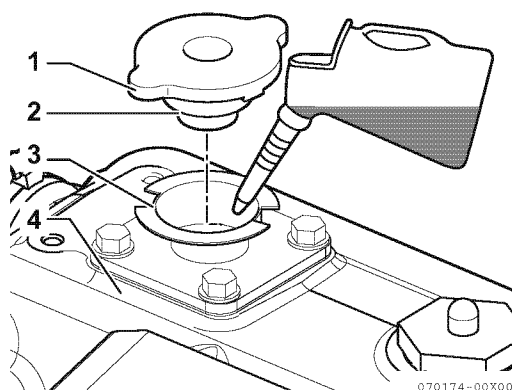

Figure 11
3. Versare lentamente il liquido di raffreddamento nel relativo serbatoio (**Figure 11, (4)**) per evitare la formazione di bolle d'aria. Versare finché il liquido non fuoriesce dal bocchettone di rifornimento.
4. Far combaciare le linguette del tappo del bocchettone (**Figure 11, (1)**) con le incisioni sul condotto di rifornimento (**Figure 11, (3)**) e stringere con cura il tappo del bocchettone (**Figure 11, (2)**).